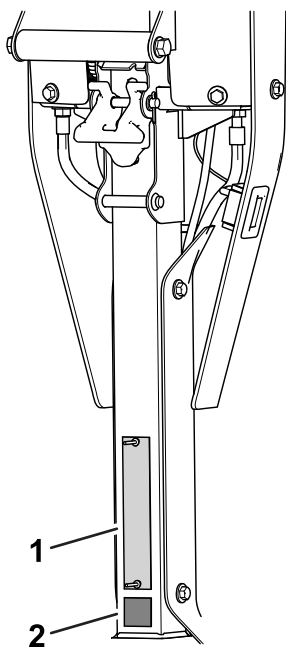

Figura 10
- Amplasai autocolantul cu CE sub plăcuța cu numărul de serie (Figura 10).